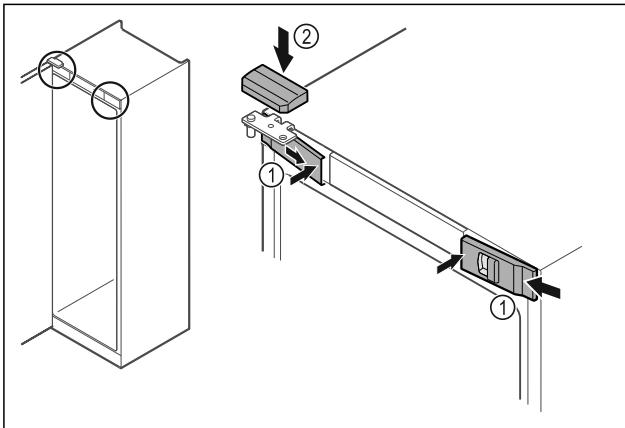

Fig. 53
- Vordere Abdeckungen Fig. 53 (1) seitlich einhaken und innen aufrasten.
- Obere Abdeckung Fig. 53 (2) von oben aufrasten.